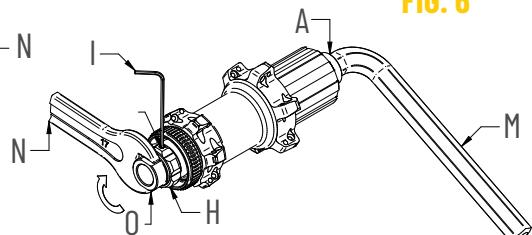

FIG. 6
- Inserite una chiave a brugola da 12 (M) sul lato destro del mozzo (Fig. 6).
- Bloccate lo scontro mobile (O) con chiave tradizionale (N) a 15 Nm (Fig. 6).
Se necessario effettuare una registrazione del mozzo agendo sulla ghiera (H) (Fig. 6):
- Allentate il grano (I) con una chiave a brugola (L) (Fig. 6).
- Richiudete il grano (I) (Fig. 6).